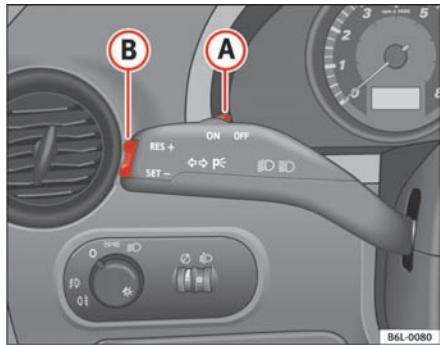

Fig. 102 Palanca de intermitentes y de luz de carretera: mando y tecla basculante para el regulador de velocidad
- Cuando se haya alcanzado la velocidad que se quiere programar, pulse brevemente la parte inferior de la tecla basculante **SET** ⇒ fig. 102 **B** una vez.